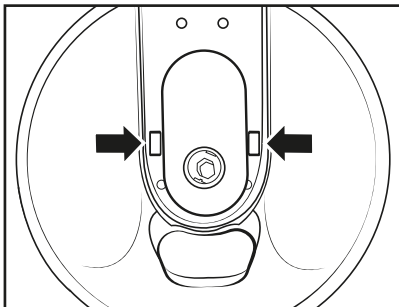

Abb. 1
- Trennen Sie den Deckel **3** von der Motoreinheit **2**, indem Sie die beiden Arretierungen, die durch den Deckel **3** ragen, leicht nach innen drücken, so dass sich die Motoreinheit **2** vom Deckel **3** lösen lässt (siehe Abb. 1).